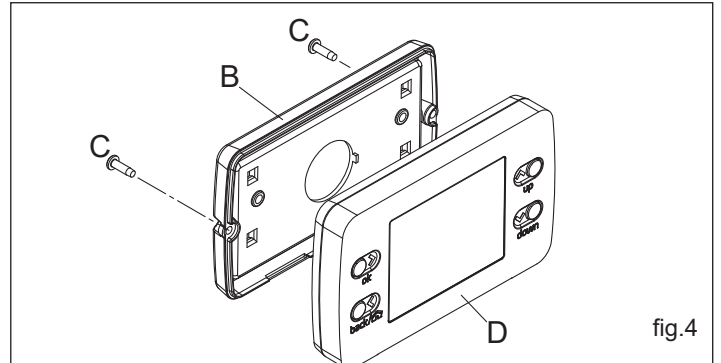

fig.4
- Far passare il cavo attraverso il guscio inferiore (B), fig. 4.
- Assemblare il guscio (B) al pannello comandi (D) utilizzando le 2 viti (C), fig.4, fornite a corredo verificando che l'aletta inferiore sia chiusa.